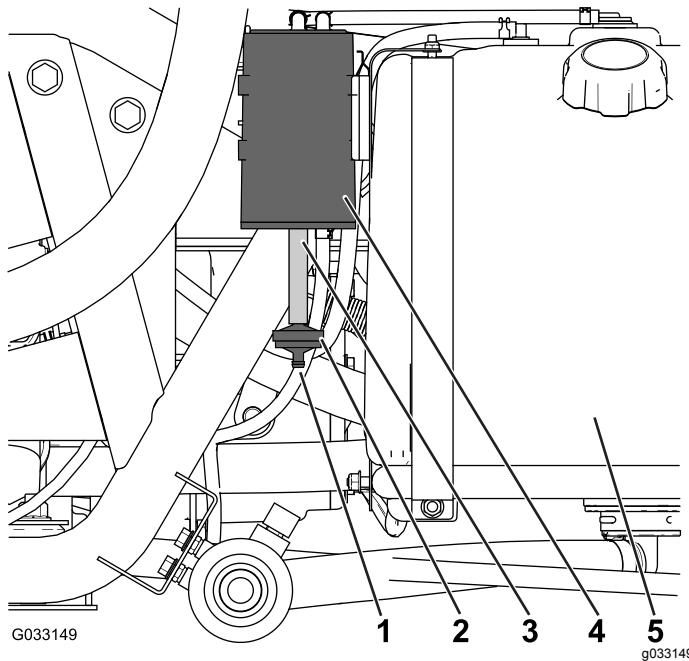

Figure 45
Vérifiez par l'ouverture au bas du filtre à air de la cartouche de charbon actif qu'il est propre et exempt de débris et d'obstructions (Figure 45).
1. Détachez le raccord cannelé du filtre à charbon actif situé sur le flexible au bas de la cartouche de charbon actif, et déposez le filtre (Figure 45).